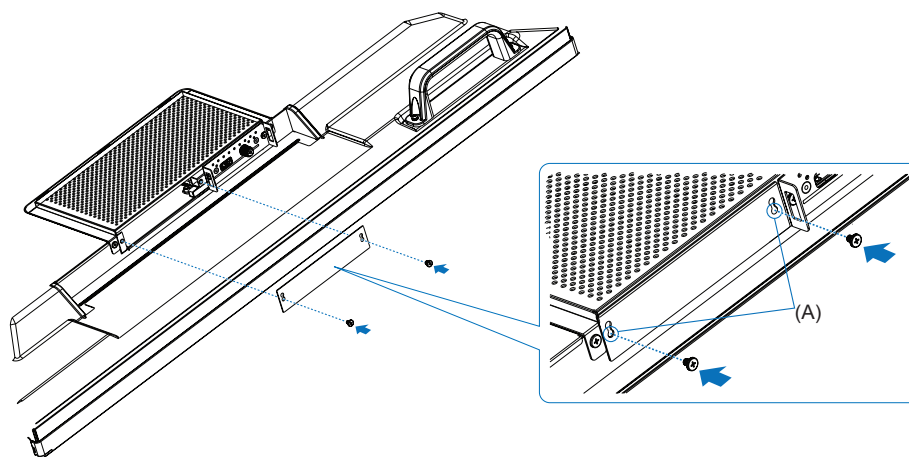

图 3
6. 要封装不使用的插槽开口，请用卸下的螺钉（参见图 1）重新装上插槽盖（① 或 ②）。在安装插槽盖 ① 或 ② 时，请使用插槽盖（图 3）上的孔 (A)，如下所示。